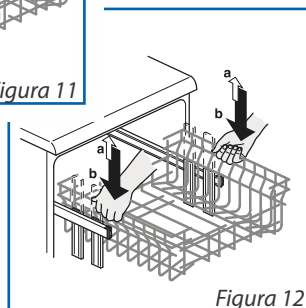

Figura 12
- Sujete el cesto de ambos lados y levántelo ligeramente (Figura 12 a).
- Deje caer lentamente el cesto acompañándolo (Figura 12 b).